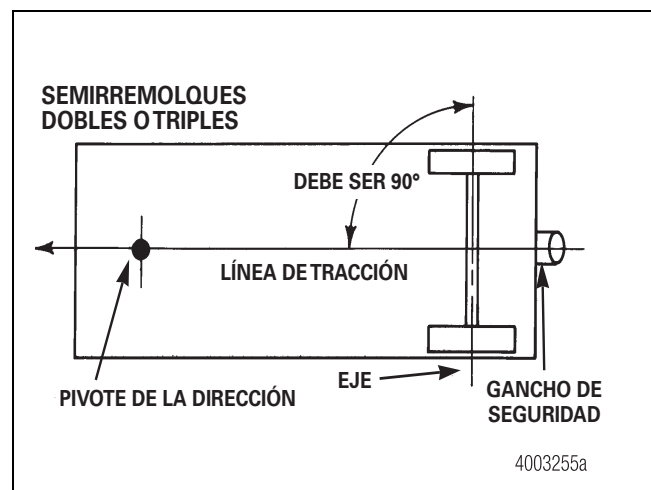
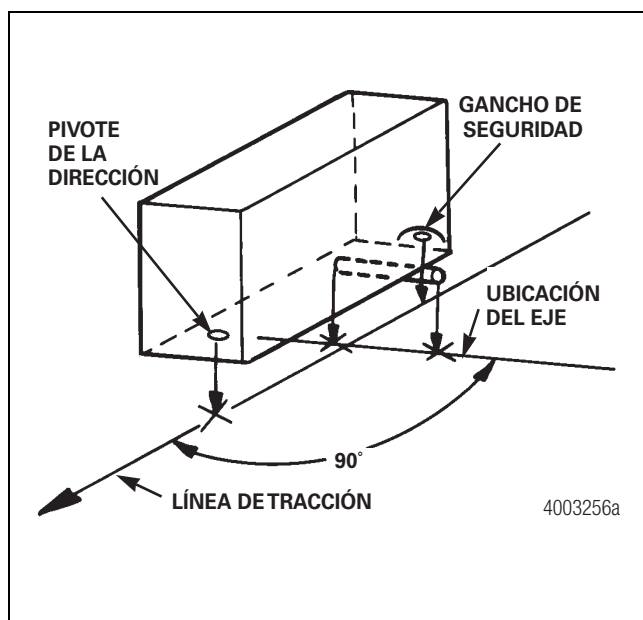

Figura 8.11
Figura 8.12
- Cuelgue cuerdas de plomada desde los centros exactos del pivote de la dirección y el gancho de seguridad. Para establecer la línea de tracción del semirremolque, marque estos puntos en el suelo y trace una línea entre ellos usando un cordel con tiza o gis. Figura 8.11 y Figura 8.12.